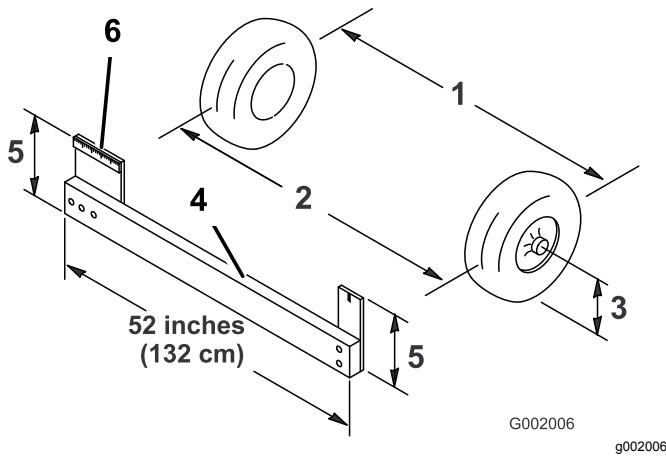

Figure 45
4. Mesurez la distance entre les roues avant à hauteur d'essieu, à l'avant et à l'arrière des roues (Figure 45).
Remarque: Vous aurez besoin d'un gabarit ou d'un contrôleur d'alignement pour mesurer précisément l'arrière des roues avant à hauteur d'essieu. Utilisez le même gabarit ou outil pour mesurer précisément l'avant des roues avant à hauteur d'essieu (Figure 45).